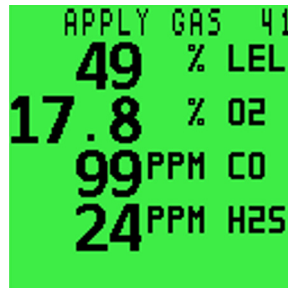

Figure 57 : Écran APPLY GAS (Appliquer le gaz)
- Une fois le gaz appliqué, appuyer longuement sur le bouton **D** pour lancer le calibrage. Le décompte de 60 secondes est lancé (voir la Figure 57 : Écran APPLY GAS \(Appliquer le gaz\)). Au bout de 60 secondes, le détecteur sera calibré aux valeurs prédéfinies.